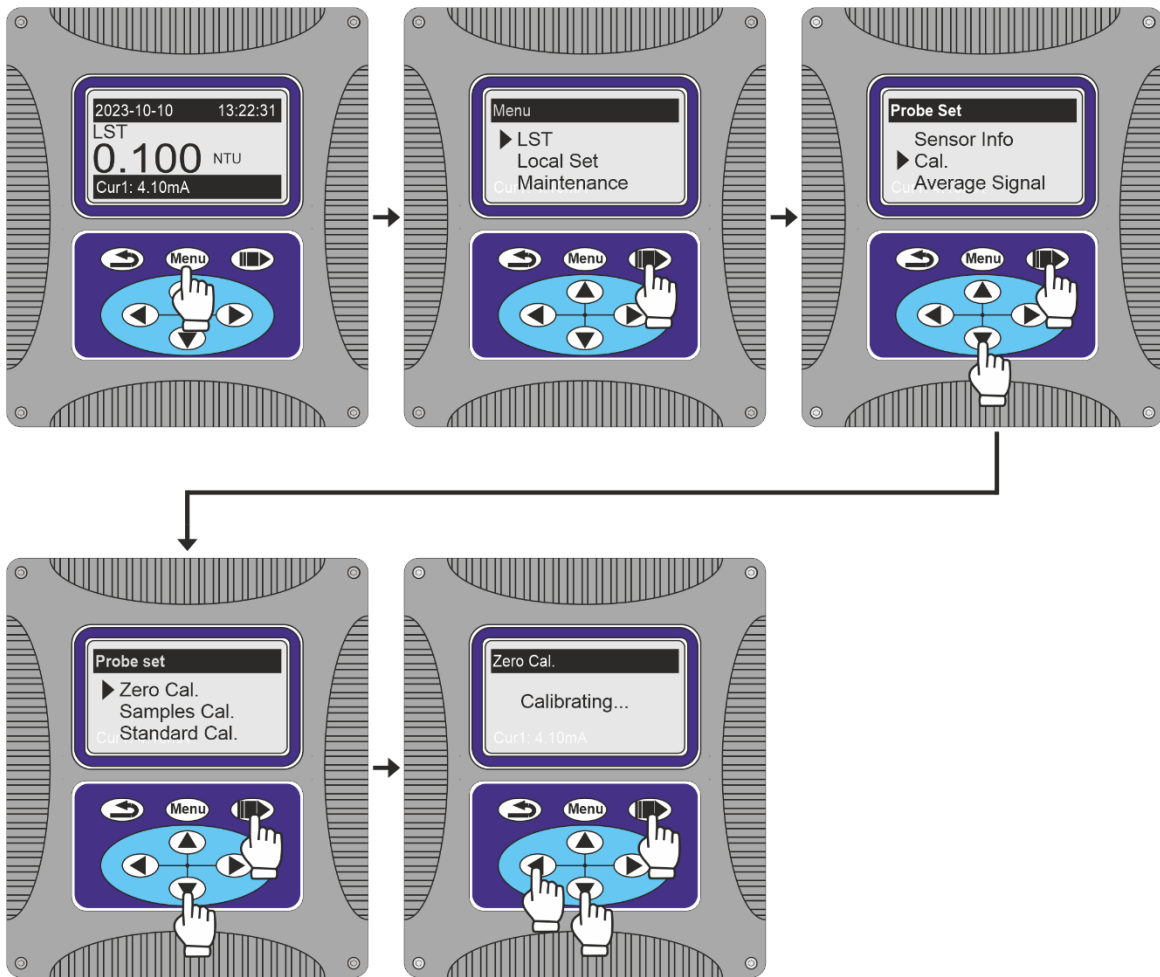

Figura 5.2 Pasos para la calibración en el punto de 0 NTU
- iv) En el momento en el que el computador indique una medida estable en el tiempo, se siguen los pasos esquematizados en la figura 5.2 y descritos debajo de la misma.